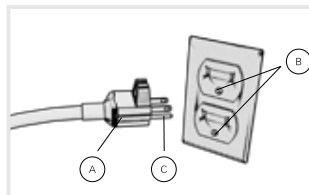
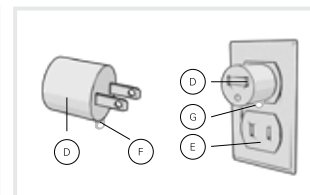

Fig. 1
Fig. 2
ADVERTENCIA: La conexión inadecuada del conductor de conexión a tierra del equipo puede ocasionar un riesgo de choque eléctrico. Consulte a un electricista calificado o al personal de mantenimiento si no está seguro de que la toma de corriente está conectada a tierra correctamente. No modifique el enchufe suministrado con el aparato; si no es compatible con la toma de corriente, solicite la ayuda de un electricista calificado para que instale una toma de corriente apropiada. Esta aspiradora debe usarse en un circuito nominal de 120 voltios, y tiene un enchufe con conexión a tierra que se parece al enchufe (A) ilustrado en la gura 1. Si no cuenta con una toma de corriente con una conexión a tierra apropiada, se puede usar un adaptador temporal (D) para conectar este enchufe en un receptáculo de dos clavijas (E) (Fig.2) Se usará el adaptador temporal hasta que un electricista calificado instale apropiadamente una toma de corriente con conexión a tierra (B) (Fig. 1). La oreja, patilla o dispositivo rígido similar de color verde (F) que sale del adaptador debe conectarse a una conexión a tierra permanente (G), como la tapa de la caja de una toma de corriente con una conexión a tierra adecuada
(Fig. 2). Cuando use el adaptador, apriételo con un tornillo. **NOTA:** El Código de Electricidad de Canadá no permite el uso de un adaptador temporal en dicho país.